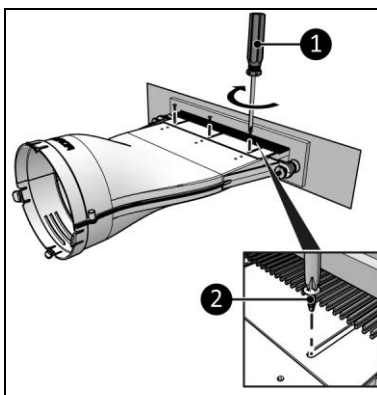

Figure 6
5. Fixez la partie principale et le dispositif de transfert avec les vis (Figure 6, pos. 2) en utilisant un tournevis Phillips (Figure 6, pos. 1).